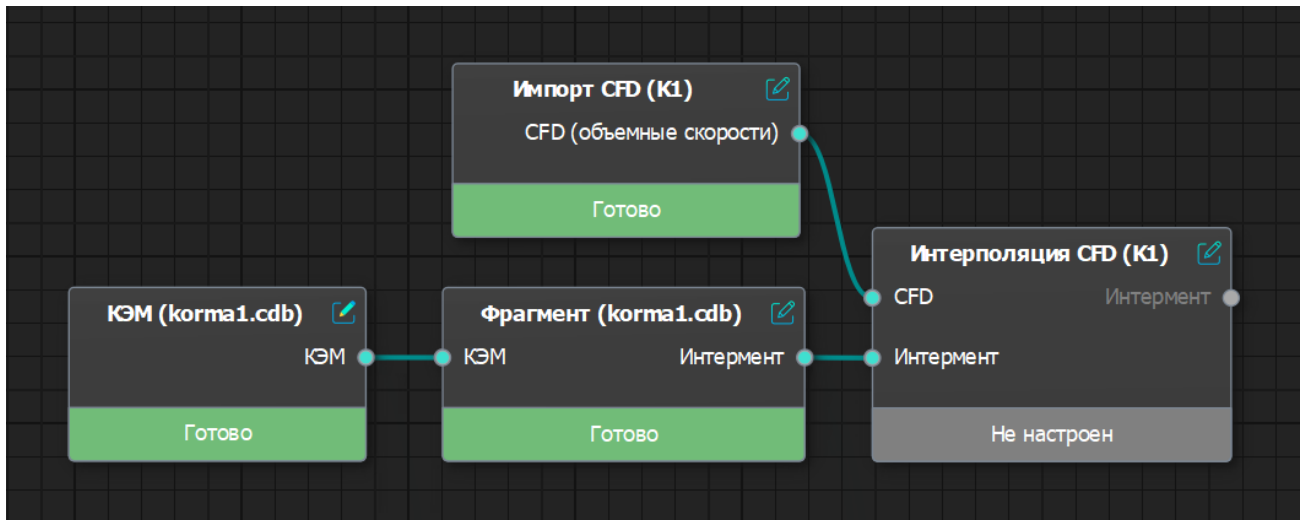

Рисунок 348 – Создание связи между карточками «Фрагмент» и «Интерполяция CFD»
– поле «Интермент» – необходимо выбрать из списка название интермента акустической модели, в узлы которой будет проводиться интерполяция. Список содержит наименования всех имеющихся интерментов в проекте. Кнопка  справа от названия интермента позволяет показать/скрыть соответствующее изображение на сцене. Сразу после заполнения данного поля вход «Интермент» карточки «Интерполяция CFD» соединится с выходом соответствующей карточки «Фрагмент» (Рисунок 348).